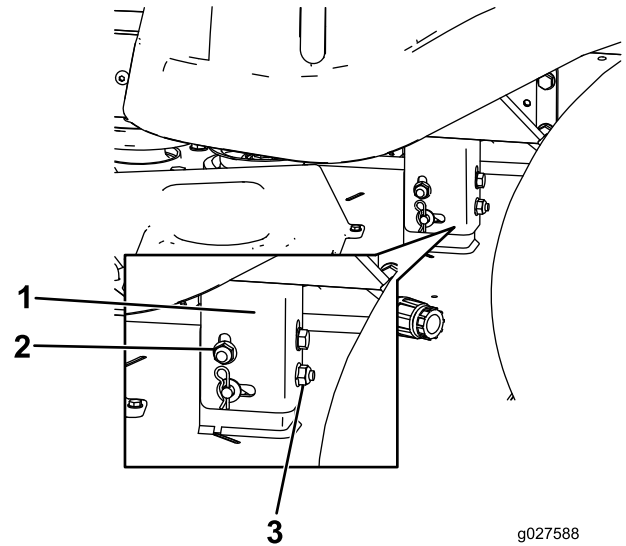

Figura 52
- Eleve o baje el lado izquierdo de la carcasa de corte girando la tuerca trasera (Figura 52).
Nota: Gire la tuerca trasera en sentido horario para elevar la carcasa de corte; gire la tuerca trasera en sentido antihorario para bajar la carcasa de corte. (Figura 52).